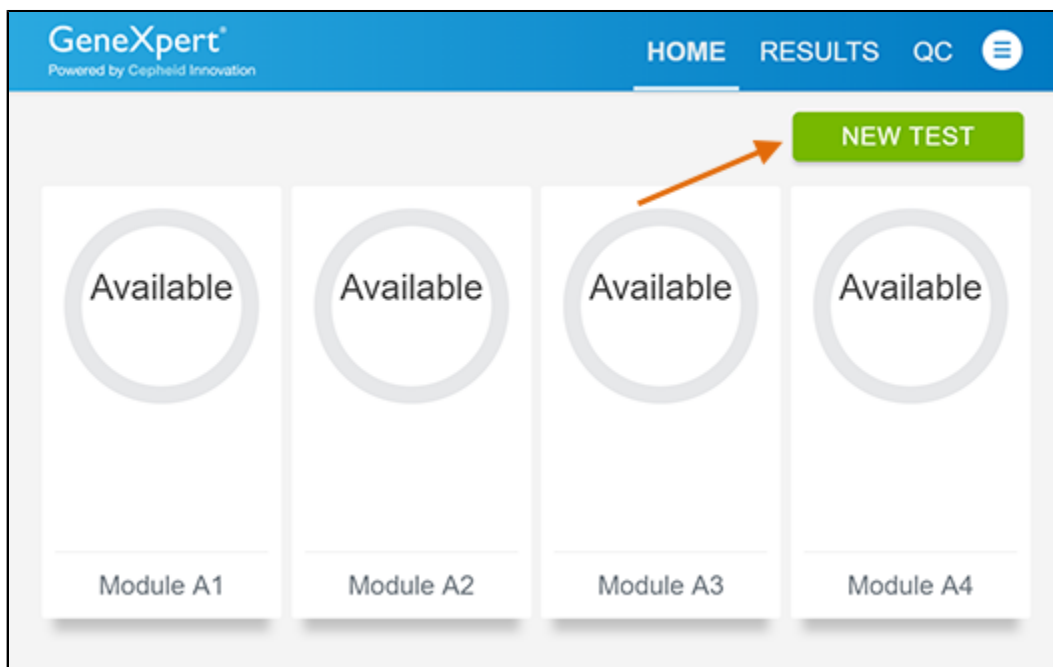

Figure 15. Écran Accueil (Home)
2. Appuyez sur le bouton **NOUVEAU TEST (NEW TEST)** sur l'écran **Accueil (Home)** (voir la Figure 15).